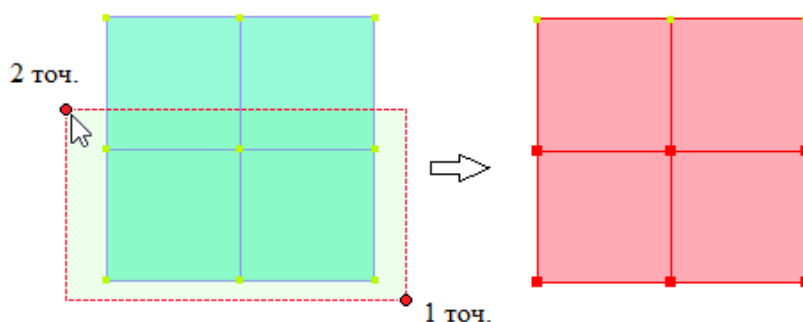

Рис. 2.137. Прямоугольная область выделения **Полным попаданием или касанием**
7. Укажите курсором мыши две точки движением справа налево, как показано на рис. 2.137. В этом случае определяются свойства — **Полным попаданием или касанием**. Узлы и элементы, полностью заключенные в прямоугольную область, а также пересекающие ее, выделяются.